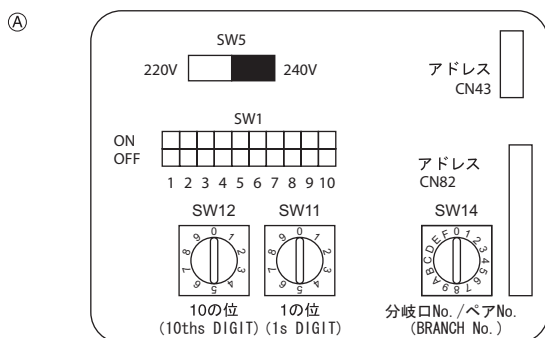

Fig. 5-5
5.5. Definição dos endereços (Fig. 5-5)